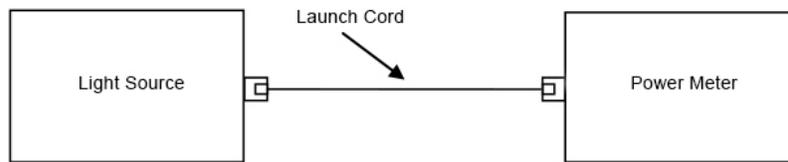

図 9. 1コード法を用いて基準設定
- a. ランチ・コードを使用して、光源とパワー・メーターとの間に基準を設けます (図 9 参照)。